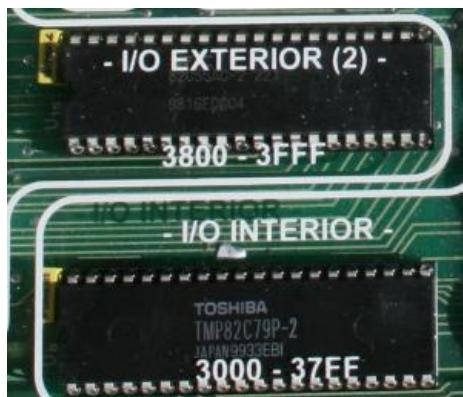

Figura 28. Módulos 8255 (PPI) y 8279.
Bajo los módulos de memoria se encuentra el 8255 (véase la Figura 28), componente encargado de controlar la entrada/salida de datos en paralelo a través de sus tres puertos, correspondientes a los conectores J2, J3 y J4, situados en el margen inferior izquierdo del uP-2000. Es posible conectar ahí un módulo externo con pulsadores, microinterruptores y leds, accediendo a estos elementos a través del PPI.
- Microinterruptores: La tapa transparente del uP-2000 tiene algunas aberturas que permiten acceder a microinterruptores que modifican su funcionamiento. De éstos el más interesante es el que puede verse en la Figura 28, situado en la esquina superior derecha, ya que permite alternar el control entre el teclado y pantalla propios y el PC a través del conector serie.